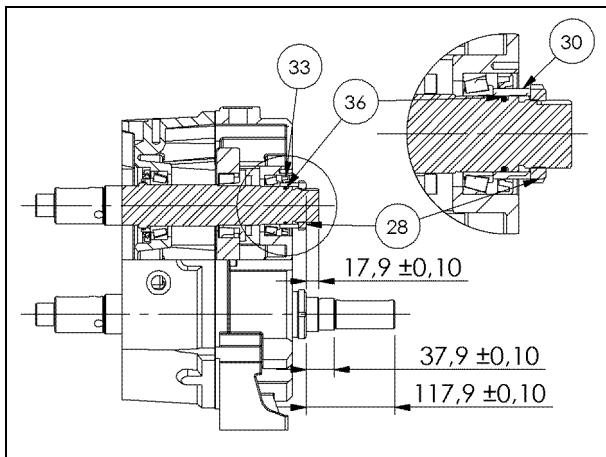

Fig. 16-16. Montaggio cassa ingranaggi (fase 3) e misure per precarico cuscinetti.
20. Lubrificare sede su alberi (P. 6-7) e inserire due O-ring (P. 36) (Fig. 16-16);
21. Infilare due anelli IR (P. 30) usando martello di gomma (Fig. 16-16);
22. Assemblare i due anelli di tenuta (P.33) (Fig. 16-16);
23. Serrare con chiave a settori HN9 n°2 ghiere KM9 (P.28) (Fig. 16-16). **La misura finale, che determina il precarico dei cuscinetti a rulli conici, è quella evidenziata in Fig. 16-16;**